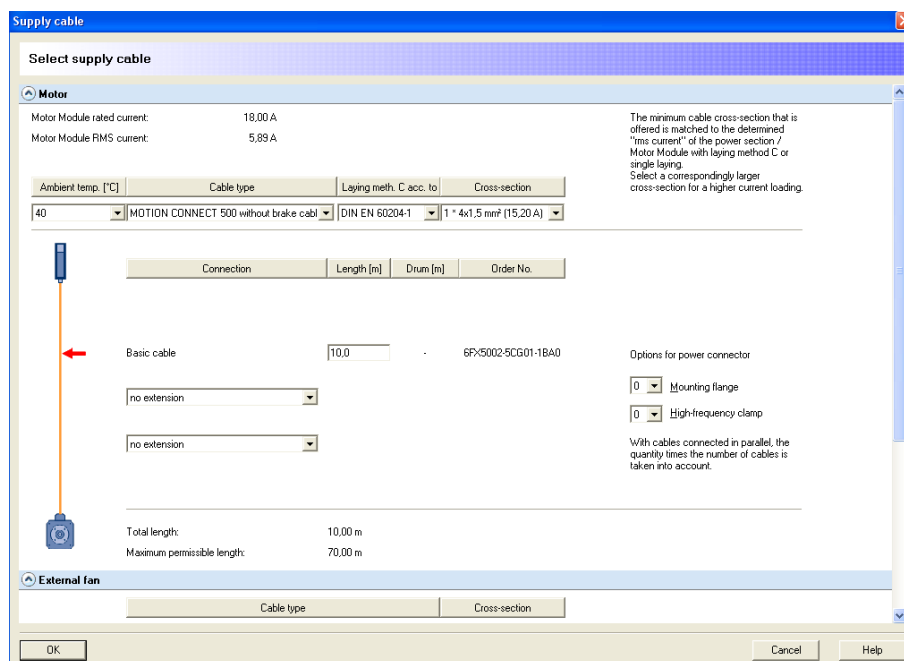

Figura 3.2.76 “Select supply cable”
- *Supply cable*: al pulsar sobre su icono se abrirá la ventana mostrada en la figura 3.2.76, en donde se configurará el cable de alimentación.